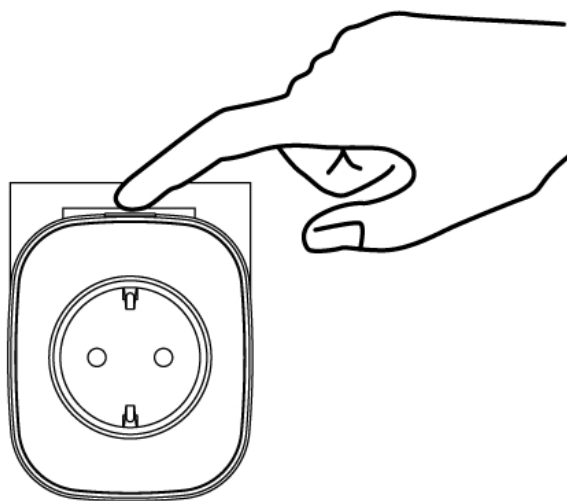

Рисунок 2.2.4.1
- Нажать кнопку розеточного модуля (см. Рисунок 2.2.4.1) на время четыре – пять секунд, пока не начнёт мигать синяя индикация в кнопке.
Тест качества связи запускается посредством долгого нажатия (не менее пяти секунд) на кнопку прибора (см. Рисунок 2.2.4.1), пока не начнёт мигать синяя индикация в кнопке, и последующего отжатия кнопки. В течение трёх секунд повторно кнопку не нажимать. Запуск процедуры может занимать до 2 секунд после отжатия кнопки, при этом прибор осуществляет анализ радиоэфира и регистрацию на оптимальном Радиоконтроллере или ретрансляторе.
- Выключите питание (выньте прибор из розетки) и зажмите кнопку розеточного модуля (см. Рисунок 2.2.4.1) до полной разрядки конденсаторов (5-10 с).